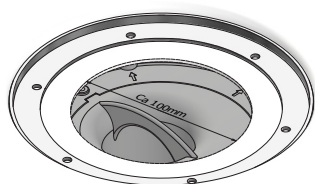

Fig. 7a
7. Monter deretter klemringen på plass igjen (vinylbelegg varmes slik at det blir mykt før klemring monteres. Skjær et rundt hull i midten av klemringen for enklere å plassere skruer riktig). Pass på at o-ringen sitter riktig i sporet sitt. Skruerhullene er markert med piler på sluket. (Fig. 7a og 7b)